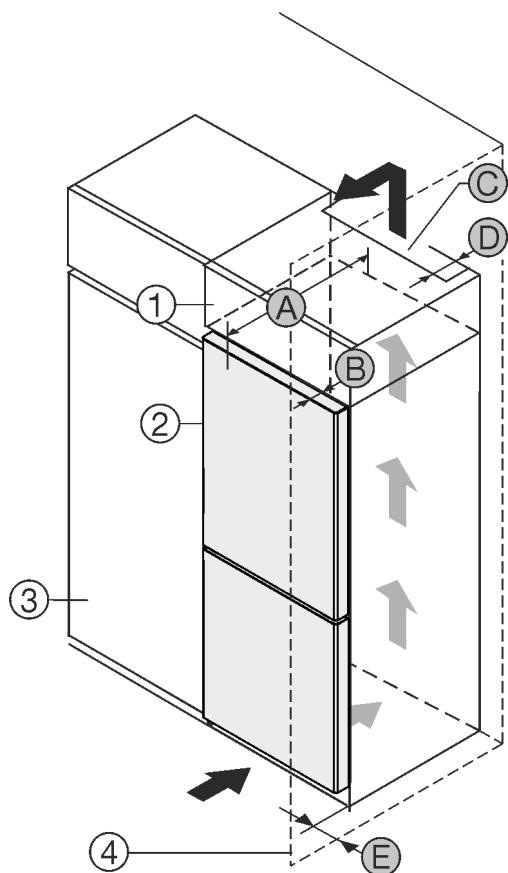

Fig. 1
- Пристрій встановити безпосередньо поряд із кухонною шафою Fig. 1 (3).*
- Глибина Fig. 1 (D) вільного простору вздовж усієї задньої сторони шафи повинна бути.
- Слід дотримуватись вентиляційного отвору Fig. 1 (C) в стелі приміщення.
- Якщо пристрій із шарнірами встановлюється поряд зі стінкою Fig. 1 (4), відстань між пристроєм та стінкою повинна бути не менше 13 мм.
Якщо пристрій із шарнірами встановлюється поряд зі стінкою Fig. 1 (4), відстань між пристроєм та стінкою повинна бути не менше 20 мм.
Щоб мати можливість повністю відкривати дверцята, потрібно, щоб пристрій стояв на відстані глибина дверей Fig. 1 (B) відносно передньої панелі кухонної шафи. Залежно від глибини кухонних шаф Fig. 1 (3) та використання пристінних розпірок пристрій може ще більше видаєтися вперед.*